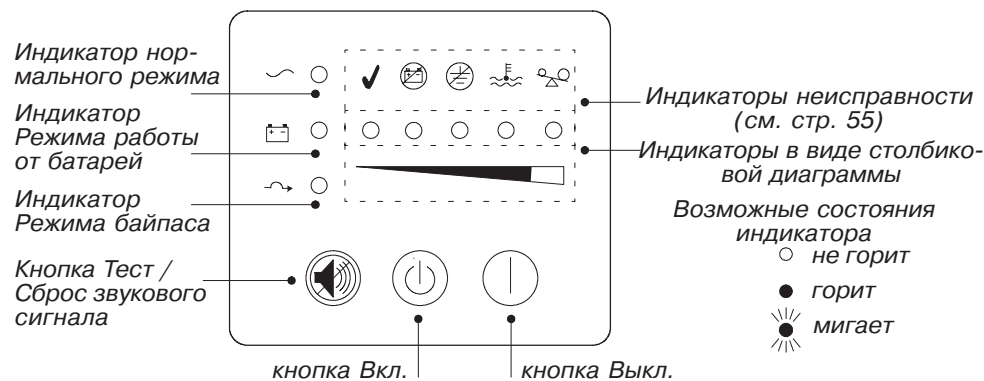

Рисунок 14. Передняя панель ИБП
8. Нажмите кнопку Вкл. | (см. рис. 14 на стр. 25).
13. Нажмите кнопку Вкл. | (см. рис. 14 на стр. 25)
После подключения ИБП к сети электропитания, ИБП переходит в режим ожидания. Чтобы включить ИБП, нажмите кнопку Вкл. | на передней панели (см. рис. 14 на стр. 25). Индикатор – горит, и индикаторы в виде столбиковой диаграммы показывают величину нагрузки, подключенной к ИБП.